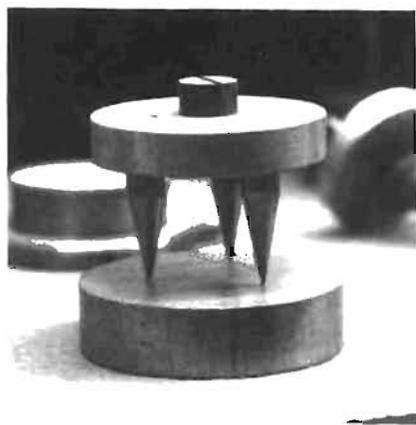

Fig. 2. — Le trépied de Branly
- 1893, le *trépied* (principe des contacts imparfaits) d'Edouard Branly (fig. 2),